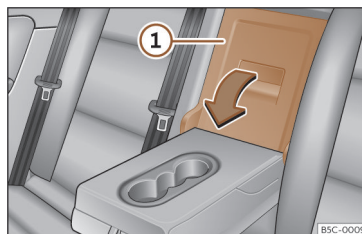

Fig. 159 No encosto do banco traseiro: abertura da tampa.
- Puxe a alavanca de desbloqueio no sentido da seta e rebata completamente a tampa >>> **Fig. 159** ① para a frente.